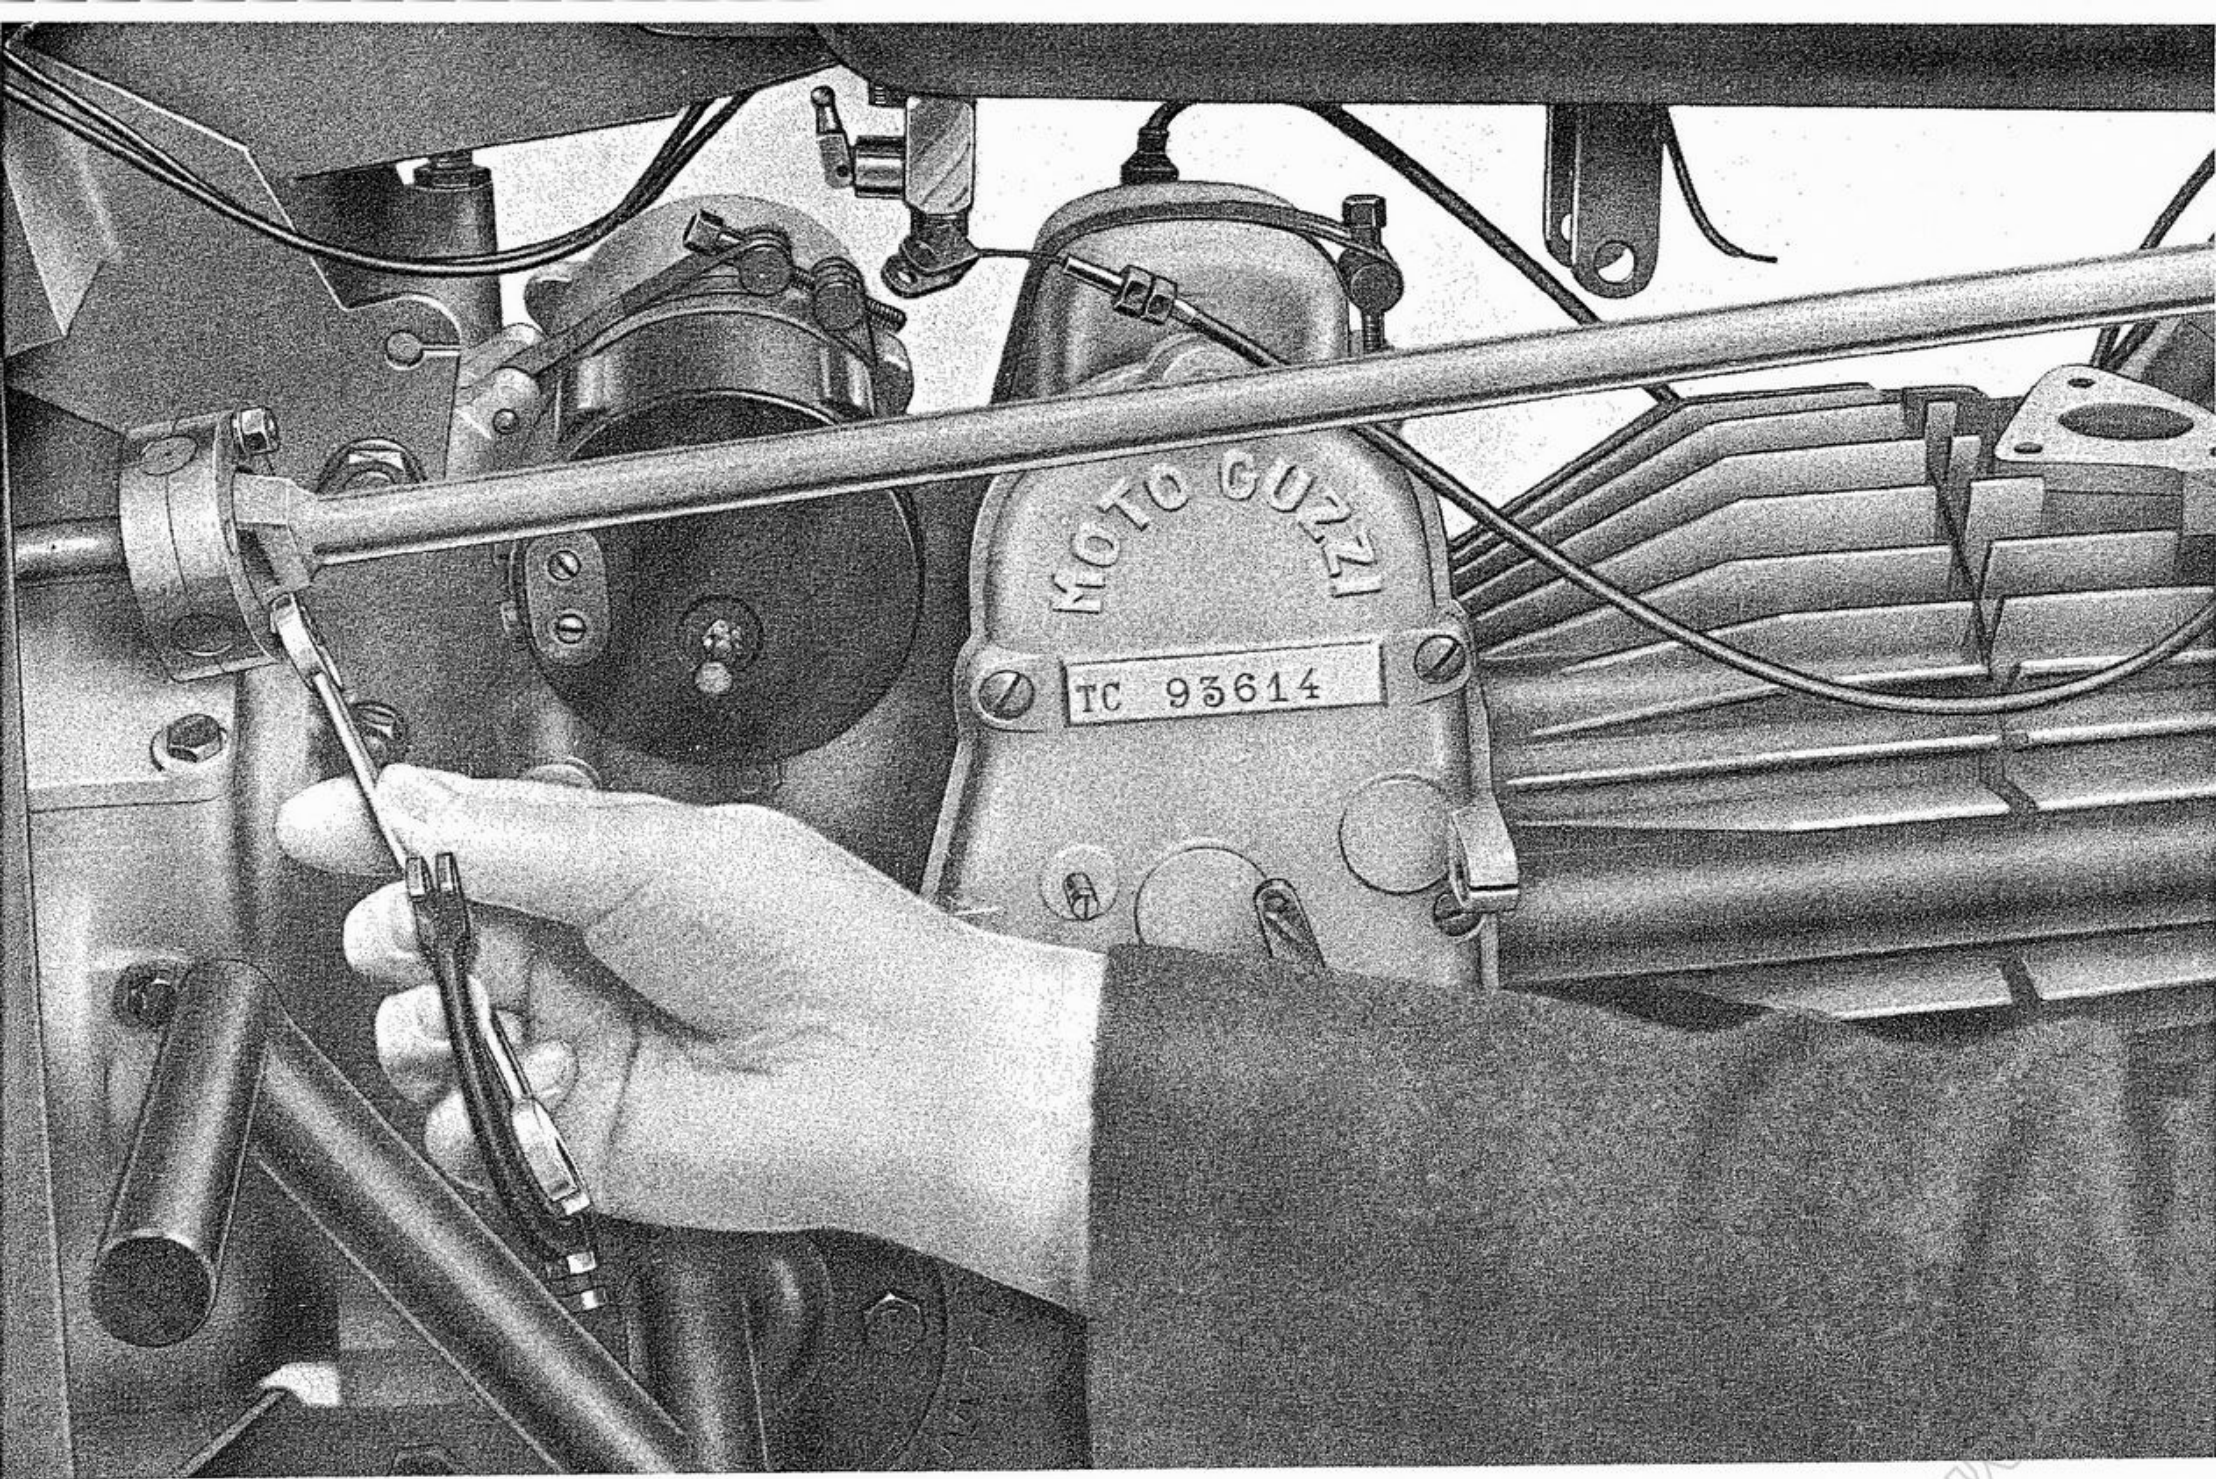

Fig. 5 - Come si stacca il tirante di comando cambio
- il tirante per comando cambio velocità dal disco del giunto cardanico, mediante l'estrazione dei quattro bulloncini (vedere fig. 5).